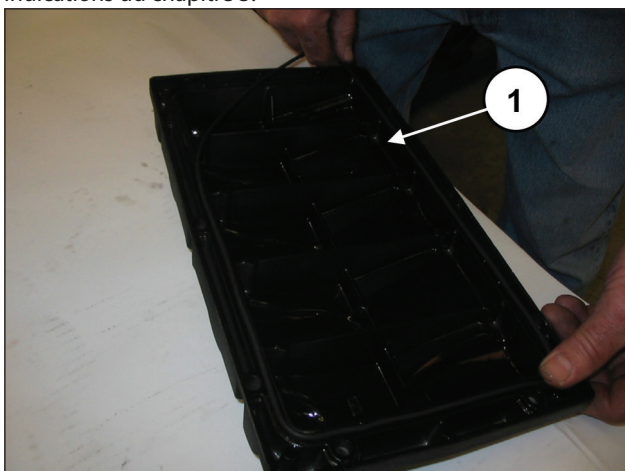
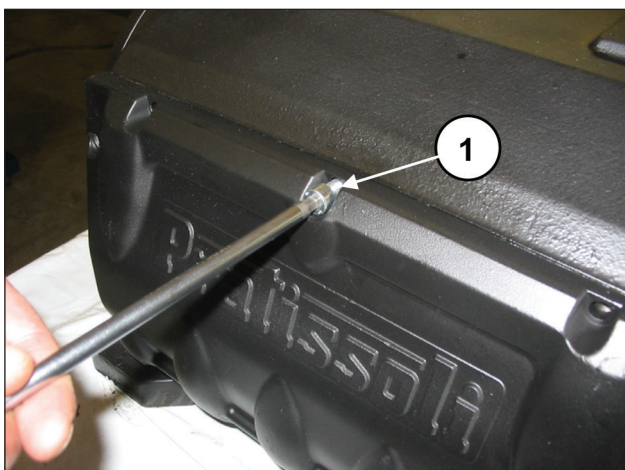

Fig. 84
Fig. 85
Placer le joint torique dans le couvercle arrière (rep. ①, Fig. 84) et monter le couvercle sur le carter à l'aide de 10 vis M8x18 (rep. ①, Fig. 85).